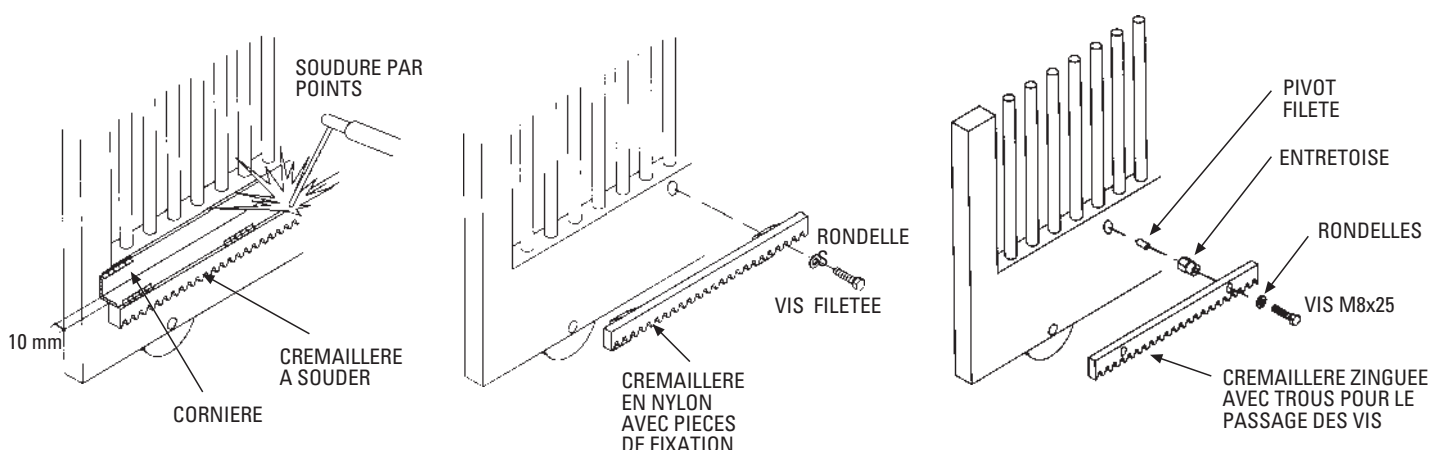

FIG. 6
- Souder une **cornière** soit au portail qu'à la crémaille (s'il s'agit d'une **crémaille** à souder). S'il s'agit d'une crémaille en nylon ou zinguée, la fixer directement au portail utilisant **les cales et les boulons** fournis. (Fig.6)